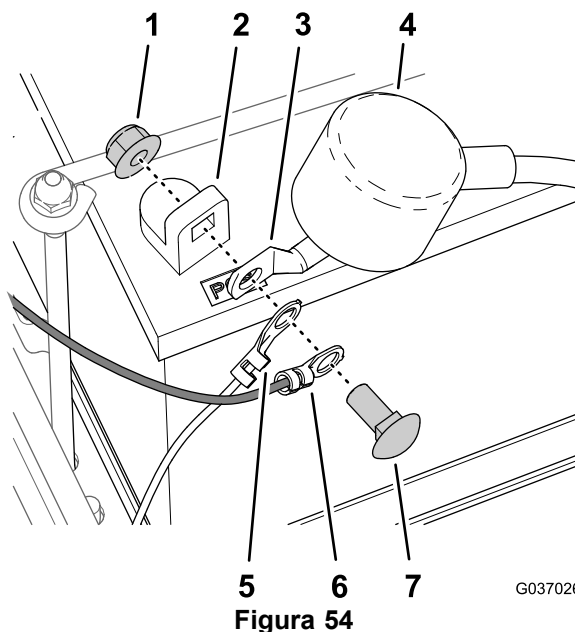

Figura 54
1. Alinee el terminal de anillo al arnés de cables de la máquina, el terminal de anillo del arnés de cables del kit y el terminal del cable de batería positivo con el borne positivo de la batería (Figura 54).
2. Sujete los terminales de anillo y el terminal de la batería al borne de la batería (Figura 54) con el perno y la tuerca que se retiraron en el paso 4 de 1 Preparación de la máquina (página 4).
3. Alinee la tapa aislante sobre el terminal positivo de la batería (Figura 54).